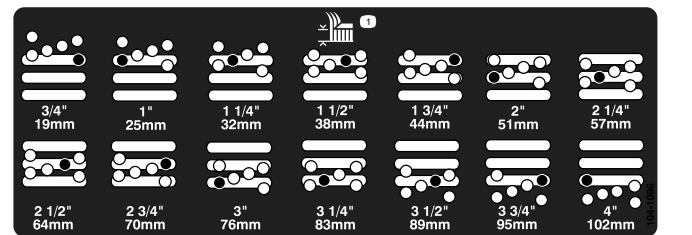

Figure 19
5. Placez la chambre à la hauteur de coupe voulue et mettez l'entretoise dans le trou et la fente correspondants à la hauteur de coupe désignée (Figure 19).